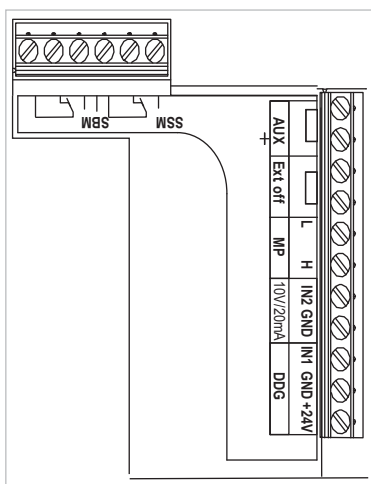

Fig. 19: Morsetti di comando
- Morsetti di comando (fig. 19)